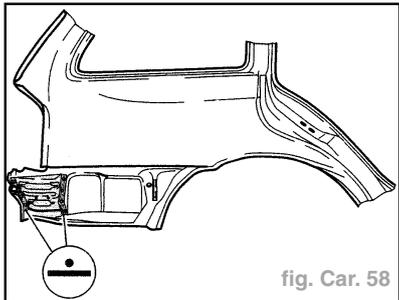

fig. Car. 58
- Souder le renfort pour la pièce latérale soudure par points RP (fig. Car. 58).